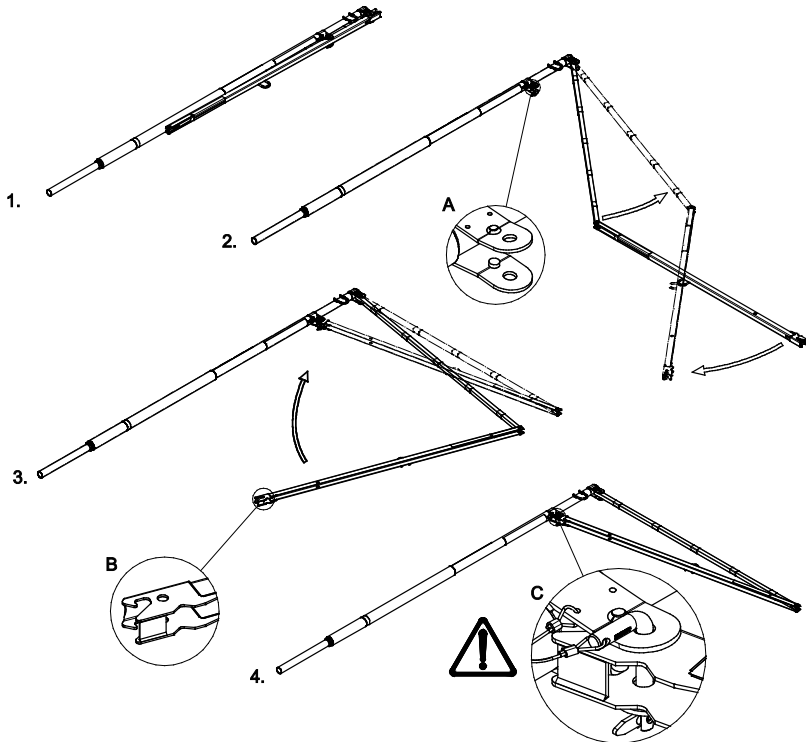

Abbildung 28. Aufbau des SkyReach Ankers
10.1 Stellen Sie den zusammengeklappten SkyReach Anker in vier einfachen Schritten auf. Siehe Abbildung 28: